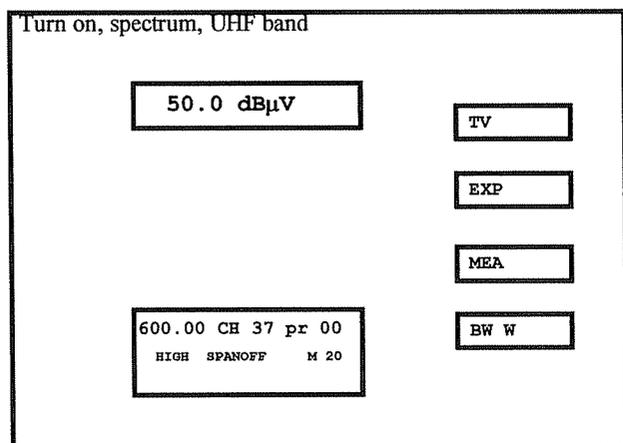
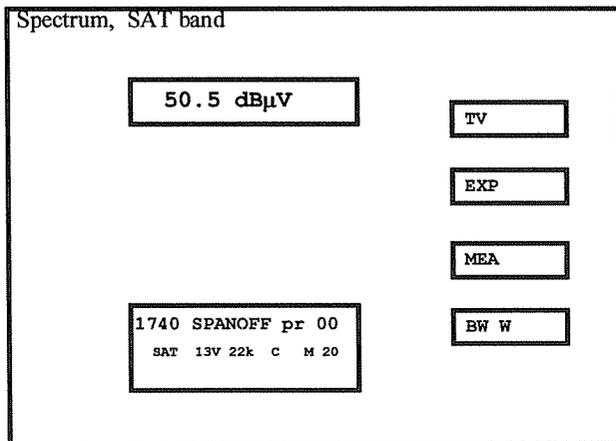

Figura 5
Figura 6
- OSD inserito (vedi Figura 5).
L'OSD indica (vedi Figura 5 per la banda terrestre e Figura 6 per la banda SAT):